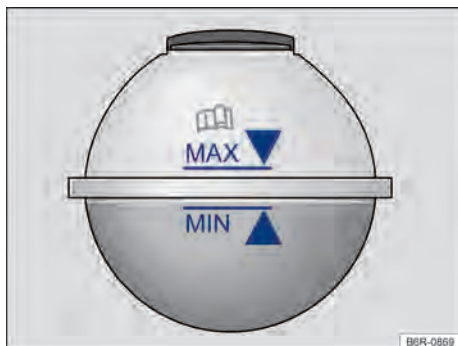

Fig. 127 No compartimento do motor: marcação no reservatório de expansão do líquido de arrefecimento do motor.
- Com o motor frio, verificar o nível do líquido de arrefecimento do motor pela marcação lateral do reservatório → Fig. 127.
- Reabastecer somente com líquido de arrefecimento do motor **novo** e de acordo com a especificação da Volkswagen (→ Página 182) → ①.
- O nível do líquido de arrefecimento do motor deve permanecer dentro da marcação do reservatório → Fig. 127. **Não completar acima da marca "MAX" → ①!**
- Completar com líquido de arrefecimento do motor somente até a marca "MAX" → Fig. 127. Caso contrário, ao aquecer-se, o líquido excedente será expulso do sistema de arrefecimento do motor e poderá causar danos.